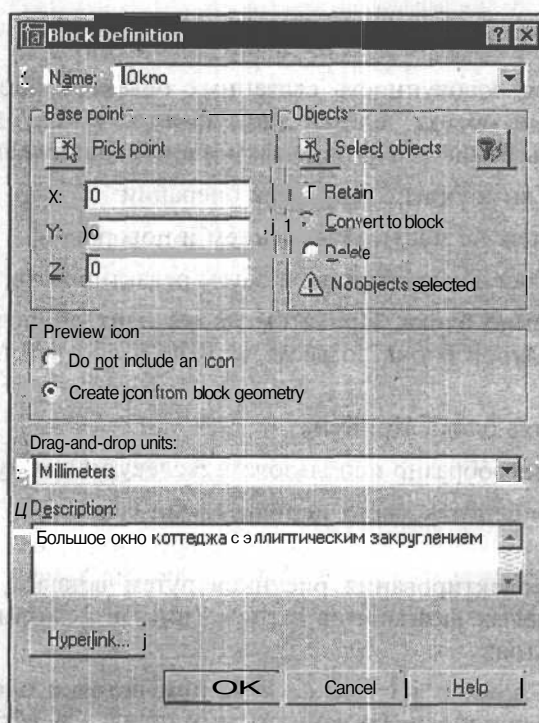

Рис. 17.1. Диалоговое окно для создания описания блока
1. Откройте выпадающее меню **Draw** (Рисование) и выберите из него **Block** (Блок), а затем из дополнительного меню пункт **Make** (Создать), или щелкните мышью на кнопке **Make Block** (Создать блок) панели инструментов **Draw** (Рисование). Появится диалоговое окно **Block Definition** (Описание блока) (рис. 17.1).
- или щелкните мышью на кнопке **Make Block** (Создать блок) панели инструментов **Draw** (Рисование). Появится диалоговое окно **Block Definition** (Описание блока) (см. рис. 17.1).